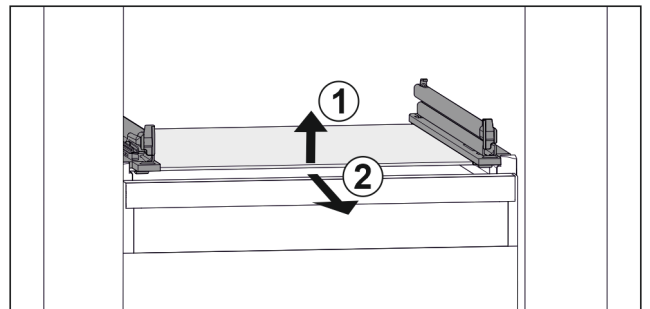

Fig. 114 Примерно изображение на стъклената плоча
- ▶ Повдигнете стъклената плоча отпред Fig. 114 (1)
- ▶ Извадете стъклената плоча напред Fig. 114 (2)